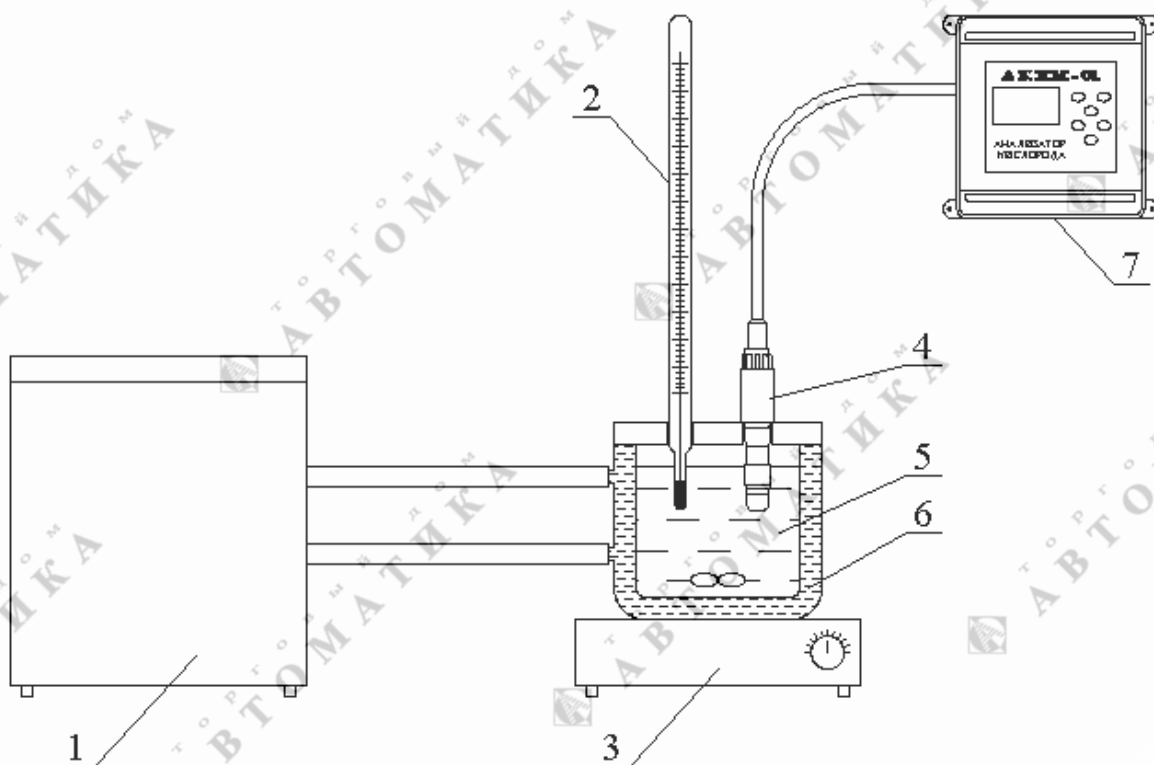

Рис.4.2. Схема установки для поверки прибора.
4.3.6.1. В соответствии со схемой показанной на рис. 4.2., собирают установку и проводят следующие операции: